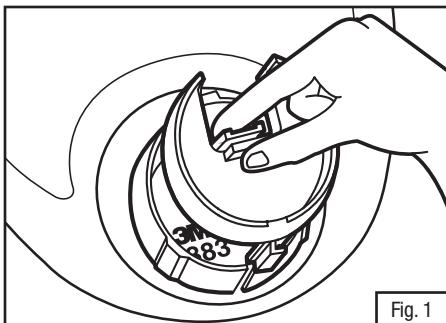

Fig. 1
1. Apriete la lengüeta de seguro en la parte posterior del administrador de aire 6881 y jale hacia atrás para desenganchar de la base de puerto DIN 6883 (Fig. 1).
4. Alinee la lengüeta en el fondo del administrador de aire 6881 con la ranura en el fondo de la base de puerto DIN 6883 (Fig. 1). Deslice hacia adelante y presione la perilla central hasta que la lengüeta de seguro haga un clic en la posición correcta.
1. Sólo ensambles de puerto DIN (6884) y adaptador de demanda de presión (6874): Apriete la lengüeta de seguro en la parte posterior del administrador de aire 6881 y jale hacia atrás para desenganchar de la base de puerto DIN 6883 (Fig. 1).